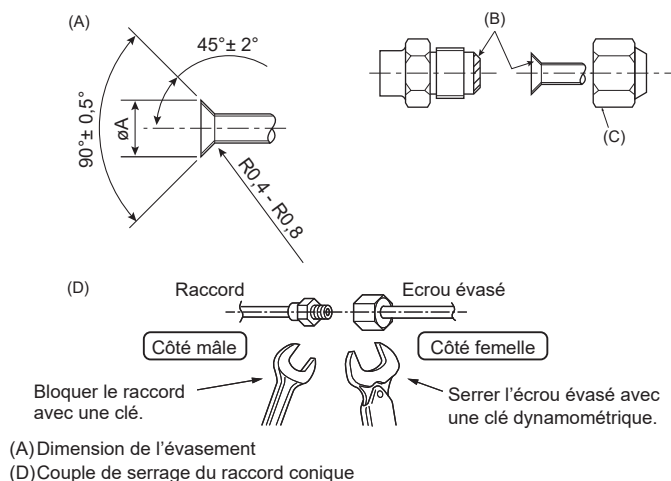

Fig. 4-1
(A) (Fig. 4-1)
(D) (Fig. 4-1)
4.2. Connexion des tuyaux (Fig. 4-1)
- Appliquer un film mince d'huile réfrigérante sur la surface du tuyau et du support du joint avant de serrer l'écrou évasé. (A)
- Utiliser 2 clés pour serrer les connexions des tuyaux. (D)
- Appliquer de l'huile réfrigérante sur toute la surface évasée du fond. (B)
- Utiliser les écrous évasés correspondant aux tailles de tuyaux suivantes. (C)